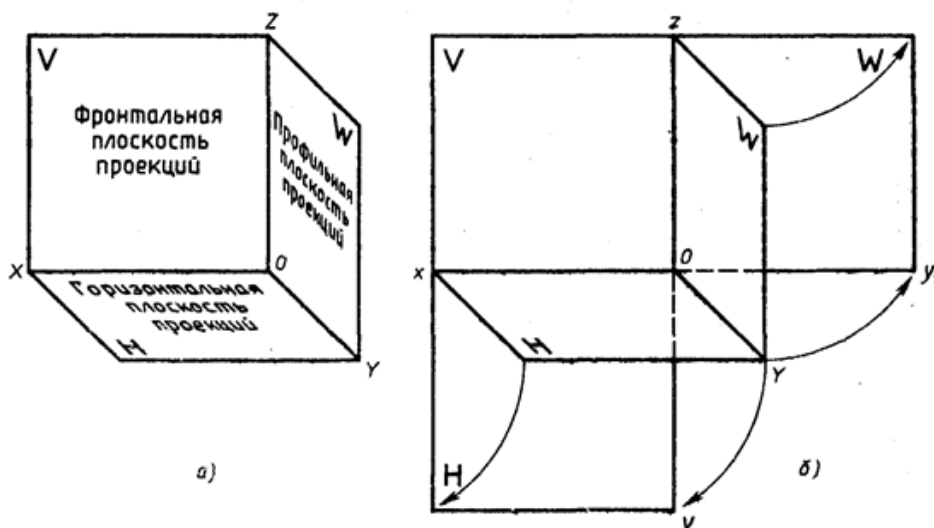

Рисунок 22 – Плоскости проекций:
Основными плоскостями проекции являются: горизонтальная проекция, фронтальная проекция, профильная проекция, рис.22.
3. В конспекте начертить три плоскости проекции, как показано на рисунок 22.